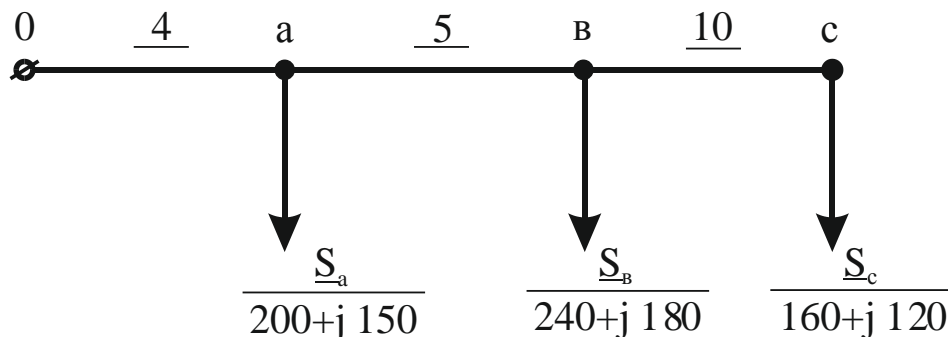

Рис. 1. Схема сети
2. Определить полную потерю напряжения в сети, показанной на рис. 1, участки которой выполнены из проводов: oa – АС-70 протяженностью 4 км, ab – АС-50, протяженностью 5 км, bc –
АС-50, протяженностью 10 км. Номинальное напряжение ЛЭП $U_H = 10$ кВ. Расчет произвести по мощностям нагрузок, указанным на схеме (рис. 1).